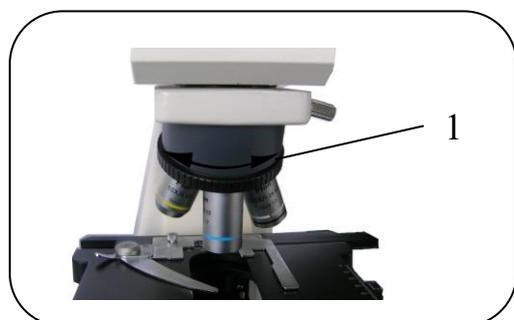

Рис. 17
6.12. Смена объектива (рис. 17)